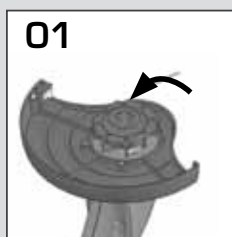

Fig. 11
Mantenha o porta carretel fixo, segure o fio de nylon e puxe-o para cima. Faça o fio deslizar para a esquerda até um comprimento aproximado de 8cm (1) **[Fig. 11]**.